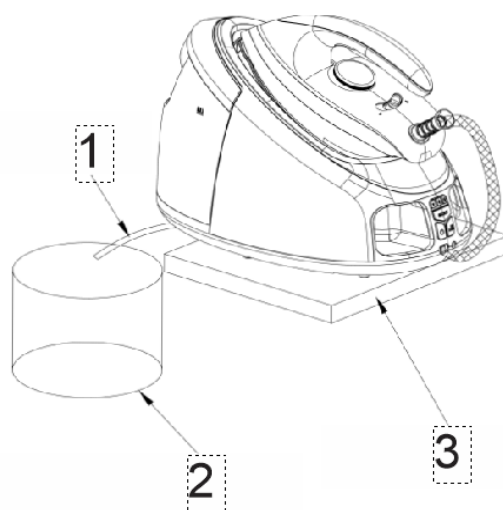

Fig. 4
3. Puneți baza unității pe o masă adecvată și fixă, apoi puneți tubul de silicon într-un recipient, după care umpleți rezervorul de apă cu apă și puneți-l înapoi în poziție (a se vedea Fig.4). Asigurați-vă că aparatul este așezat în poziție stabilă.